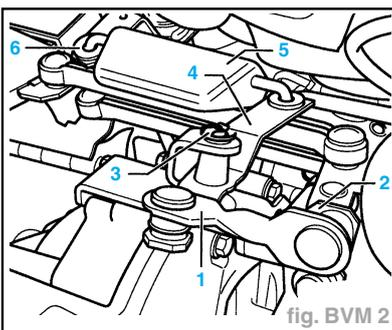

fig. BVM 2
- Débloquer l'avant de la tige de changement de vitesse (1) du levier de passage des vitesses (2) au moyen d'un tournevis, retirer la rondelle de sécurité (3) et enlever la console (4) par le haut (fig. BVM 2).